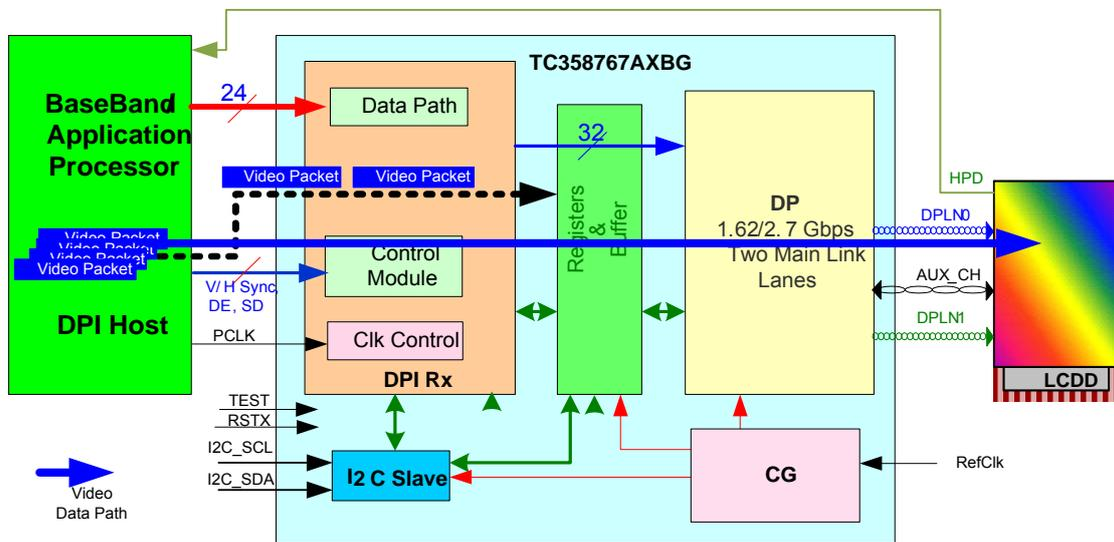

图 1.2 系统概览 (TC358767AXBG 处于 MODE_P21 配置)
- Mode_P21: 图 1.2 所示常用 TC358767AXBG 的系统配置。除视频源来自 DPI 主机之外, 这种模式类似于 Mode_S21。在这种配置中, TC358767AXBG 分辨率达 WUXGA (1920×1200) @ 24bit, 60 fps 的显示效果。